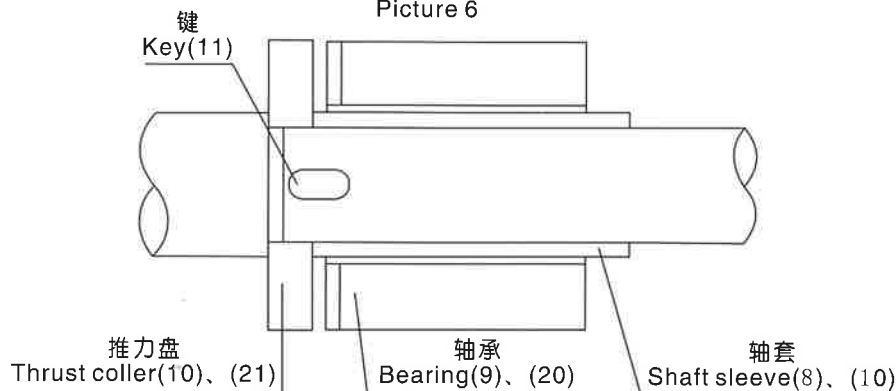

图7
a. 为了防止轴套(8)、(19)的转动，必须按图7所示装上键（11或22）。确认轴套(8)、(19)的啮合部位是否准确。另外，推力盘(10)、(21)有一端面是喷焊面，应注意安装时此面朝向轴承(9)、(20)。